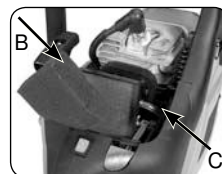

Рис. 15B
2. Извлеките воздушный фильтр (B) из его коробки (C) (Рис. 15B).